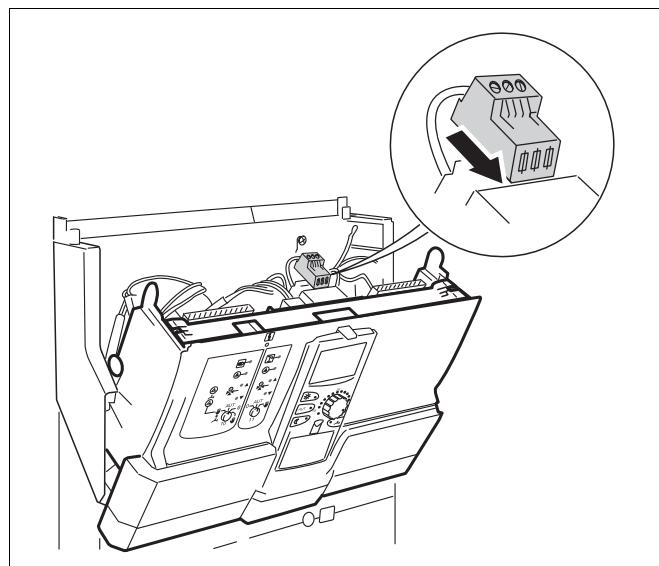

Рис. 9 Подключение к электросети
- Вставьте сетевой штекер непосредственно в сетевой модуль (→ рис. 9).